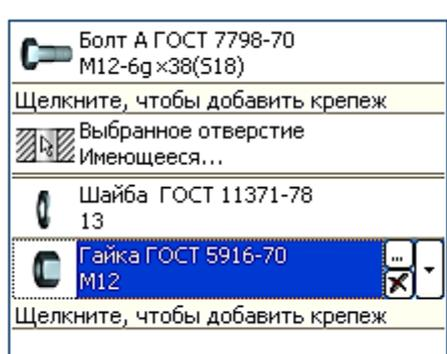

Рис. 73. Выбор гайки
8. Щелкните мышью на кнопке «Щелкните, чтобы добавить крепеж» еще раз для вставки гайки (рис. 72). На экране появится окно для выбора гайки (рис. 73). Выберите «Гайка ГОСТ 5916–70» и щелкните на ней мышью.